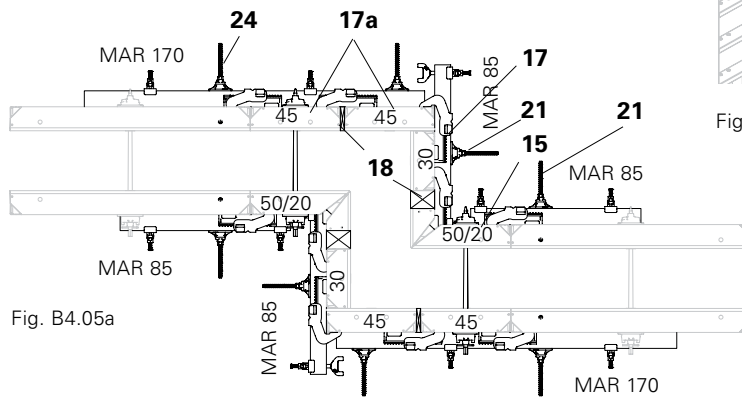

Fig. B4.05a
- Elem. angolo inter. MXI...50/20 (15)
- Elem.-telaio MX...30 (17)
- Allineatore MAR 170, 2 tiranti gancio DW 15 e piastre dado orien. (24)
- Allineatore MAR 85 1 tirante gancio DW 15 (21)
- Comp. in legno a cura cantiere (18)
- (Fig. B4.05a, B4.05b)